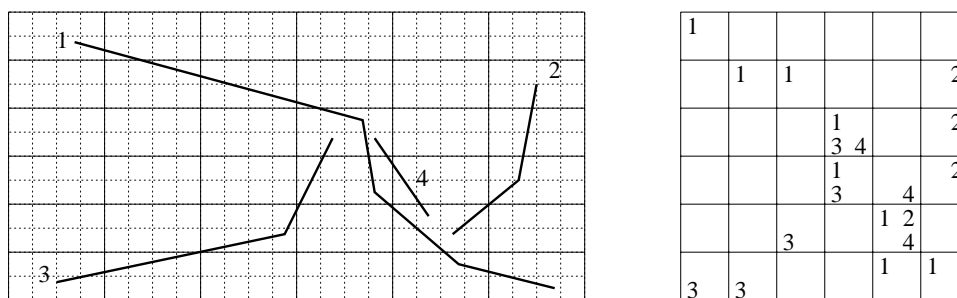

Abbildung 8.5: Die Abbildung von Konturen in den Raster-Index.
2. Um Konturen aus einem bestimmten Bildbereich abfragen zu können ohne jedesmal alle Konturpunkte der einzelnen Kontur abzufragen, werden die Konturen in ein Bild gezeichnet. Dieses Indexbild, oder im weiteren auch Raster-Index genannt, besteht aus einzelnen Indexpixeln, die im Normalfall eine Fläche von mehreren Pixeln des Originalbildes repräsentieren. Diese beinhalten Verweise auf alle Konturen die durch den entsprechenden Pixelbereich verlaufen. Das Größenverhältnis zwischen Pixeln im Originalbild und Indexpixeln kann in beiden Dimensionen den Anforderungen der Anwendung angepaßt werden [5]. In Abb. 8.5 sind